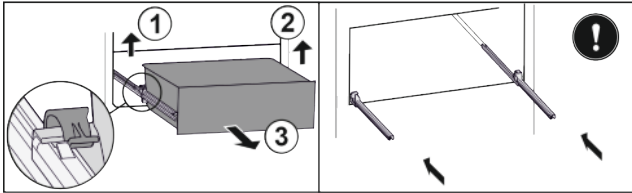

Fig. 25\*
- ▶ Висувний ящик від'єднати ліворуч Fig. 25 (1).\*
- ▶ Від'єднати праворуч Fig. 25 (2).\*
- ▶ Витягнути вперед Fig. 25 (3).\*